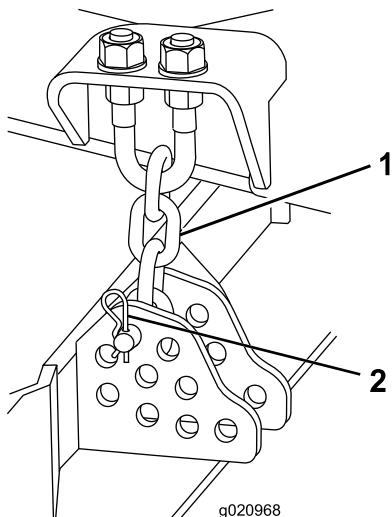

Figura 19
10. Retire o perno de gancho e pino de segurança que fixam as correntes da altura de corte à traseira da plataforma do cortador (Figura 19).